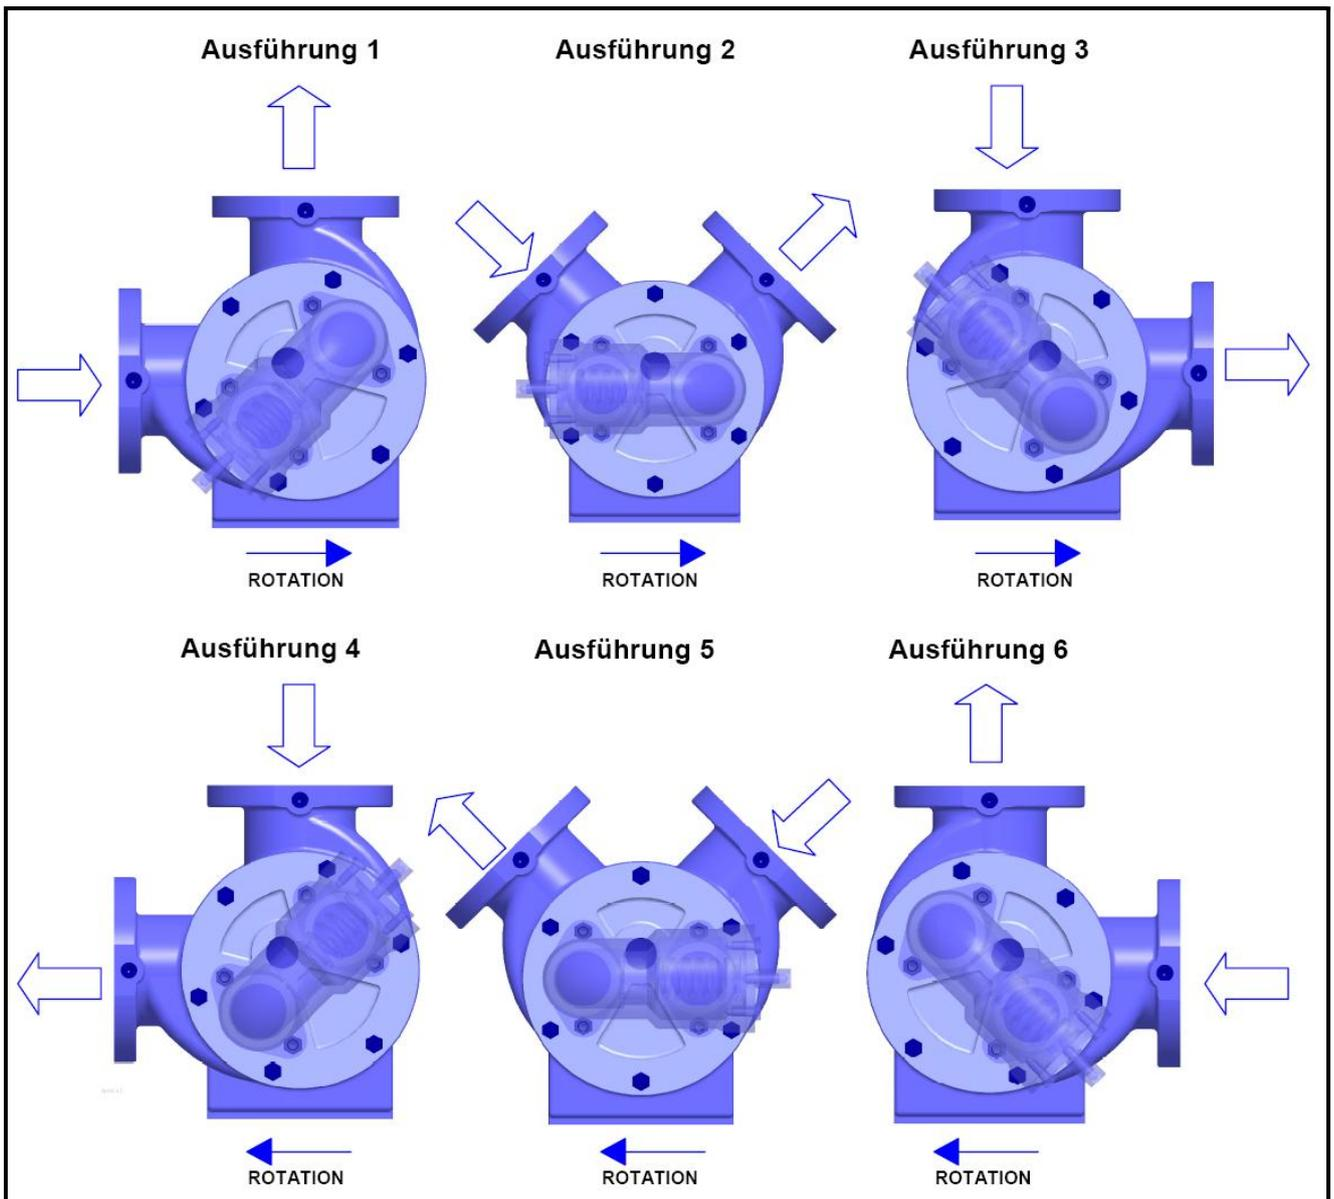

Abbildung 1: Rechtwinkelige Ausführung
- Die Drehrichtung der Pumpe ist umkehrbar. Volle Förderleistung wird in beiden Drehrichtungen erreicht. Bei Pumpen mit Sicherheitsventil (By-Pass +Y) muss dieses entsprechend gedreht werden. (siehe Abbildung 1)
- Den Motor starten und Drehrichtung kontrollieren. Drehrichtung und Stellung des Sicherheitsventils siehe Abbildung 1 u. 2.
Die Pumpenbaureihe R ist, wie in Abbildung 1 ersichtlich, in beiden Dreh- und Förderrichtungen einsetzbar und verfügt über ein um jeweils 45° drehbares Pumpengehäuse.
ACHTUNG: Beim Drehen des Gehäuses muss darauf geachtet werden, dass der **Pumpendeckel** mit dem Gehäuse **mitgedreht** wird, sodass der exzentrisch liegende Zapfen immer zwischen Saug- und Druckstutzen liegt. Der By-Pass muss je nach Förderrichtung umgedreht werden (siehe Abbildung 1).